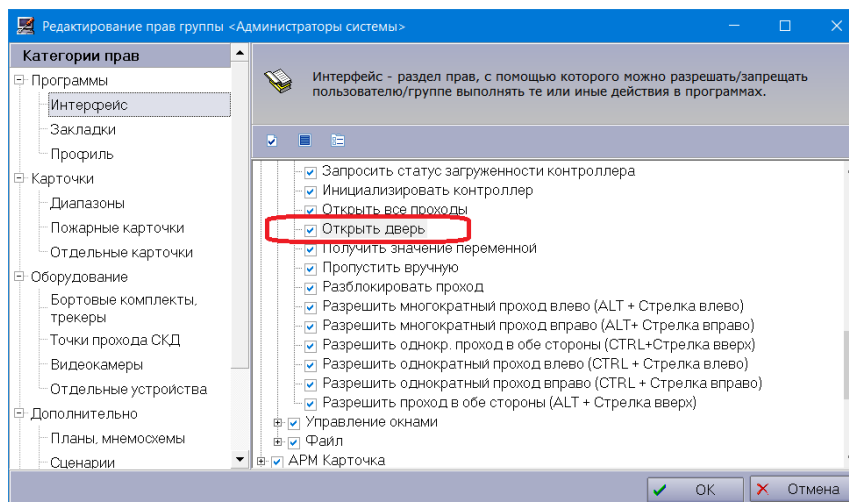

Рисунок 74 – Категории прав интерфейса
4.2.2 В окне редактирования прав групп, в категориях прав выбрать «Программы/Интерфейс» и в области редактирования выбрать «АРМ ДПЦО/Точки прохода» отметить пункт «Открыть дверь» (см. рисунок 74).